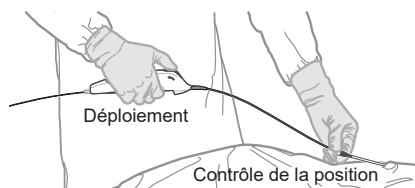

Figure 2. Position des mains pour le déploiement du stent
- Tenir le dispositif d'une main et utiliser l'autre main pour soutenir délicatement la gaine d'isolation et la placer au niveau de la valve hémodynamique (voir Figure 2). Ne pas resserrer la gaine rétractable pendant le déploiement.